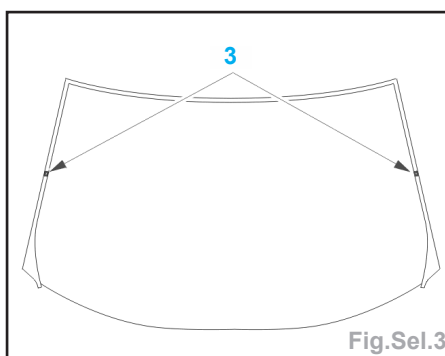

Fig.Sel.3
- Reposer les cales (3) aux emplacements indiqués par les flèches (Fig.sel.3).